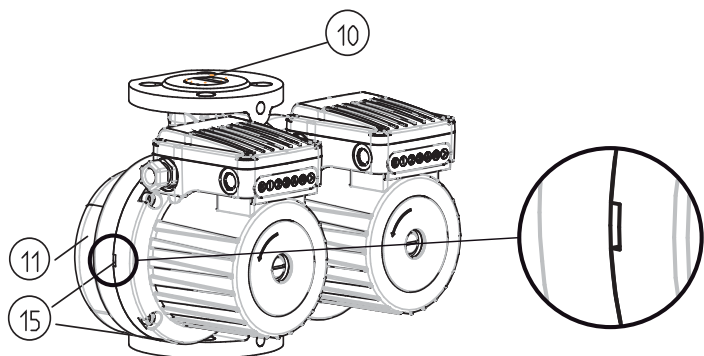

fig. 3
- SCRFD-SCRFED – le pompe dispongono di un telaio idraulico doppio (fig. 3 – POS. 11), nel quale è montata una botola ribaltabile (fig.3 – POS.10) che gira autonomamente in base al flusso dei fluidi di una o dell'altra pompa.